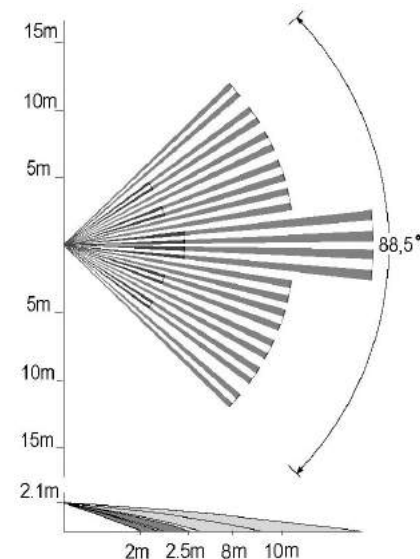

Рис.3 Диаграмма зоны обнаружения при наклоне основания извещателя вперед на угол 12 градусов.
- Широкоугольная линза, позволяет создать зону обнаружения максимальной площади (рис.3).